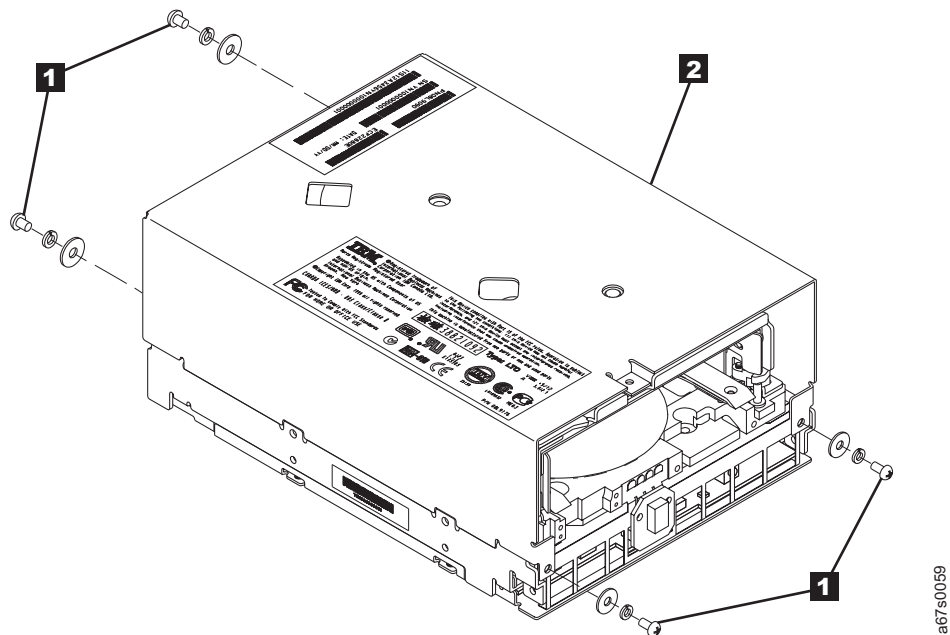

Abbildung 27. Abdeckung des Bandlaufwerks entfernen
- 1) Entfernen Sie die vier Schrauben und Unterlegscheiben (siehe **1** in Abb. 27), mit denen die Abdeckung befestigt ist.